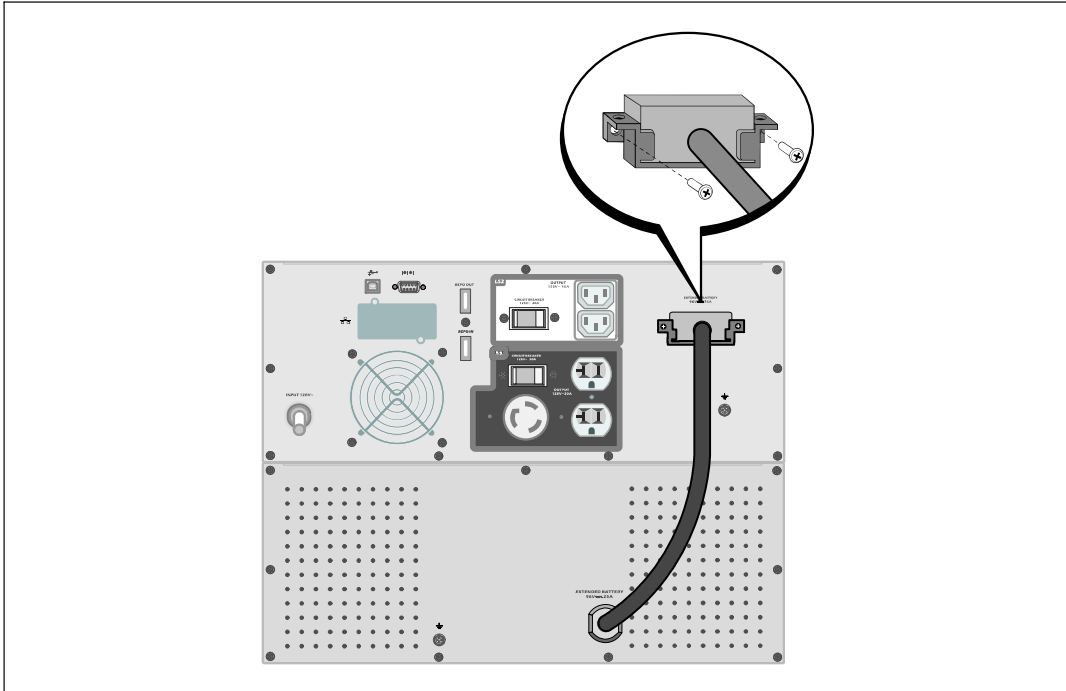

Abbildung 17. EBM Installation
- 3 Stecken Sie das EBM-Kabel in den USV-Batterieanschluss (siehe Abbildung 17).